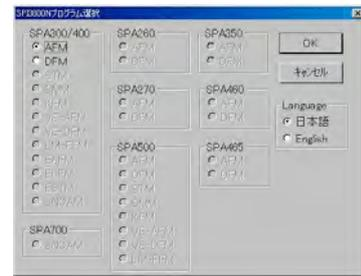

図 2
2. AFM を選択し、**OK**をクリックする。(図 2)